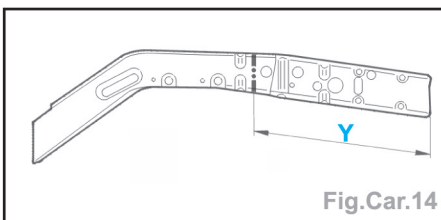

Fig.Car.14
- Tracer puis percer au  $\varnothing 8$  mm pour soudage ultérieur par points bouchons, préparer les bords d'accostage, les protéger par un apprêt soudable, tracer, puis découper (coupe définitive) (Fig.Car.14).